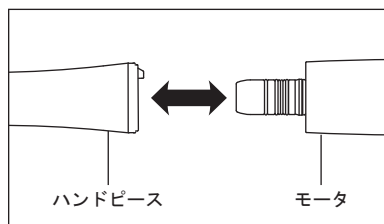

図1
- ハンドピースをモータにまっすぐ挿し込みます(図1)。ハンドピースを左右どちらかに「カチッ」と音がするまで回してロックします。